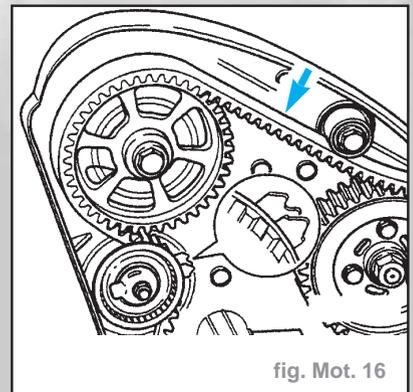

fig. Mot. 16
- Appuyer fortement sur la courroie crantée avec le pouce. La flèche et l'encoche doivent se décaler (fig. Mot. 16).
- Déposer le contacteur (2) de pression d'huile (F1) et le visser dans l'appareil de contrôle (fig. Mot. 16).